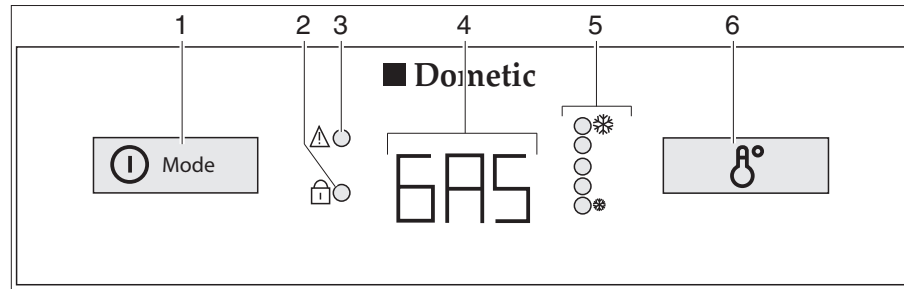

Bild 336 Bedienelemente für den Kühlschrank (Dometic 8er-Reihe mit AES)
Bei Störungen blinkt die Anzeige-LED Störung "⚠" (Bild 336,3).
Wenn die 230-V-Versorgung **nicht** angeschlossen und der Fahrzeugmotor **ausgeschaltet** ist, wählt das AES die Gasversorgung. Beim Anwählen des Gasbetriebs wird die Zündsicherung automatisch geöffnet, so dass Gas zum Brenner strömen kann. Gleichzeitig wird der elektronische Zünder eingeschaltet. Erlischt die Gasflamme, z. B. durch einen Luftzug, wird der Zünder sofort aktiviert und zündet das Gas wieder an. Bei Störung im Gasbetrieb blinkt in der Betriebsanzeige (Bild 336,4) der Text "GAS".
Nach dem Einschalten wählt der Kühlschrank automatisch die mittlere Thermostateinstellung. Diese Einstellung kann manuell mit dem Schalter für die Temperatureinstellung (Bild 336,6) nachgeregelt werden. Die Anzeige-LEDs (Bild 336,5) zeigen die gewählte Thermostateinstellung an. Mit dem Schalter wird die Kühltemperatur für alle drei Energiearten eingestellt. Es dauert einige Stunden, bis der Kühlschrank die normale Betriebstemperatur erreicht hat. Beim Umschalten der Betriebsart wird die Thermostateinstellung beibehalten. Die Kühltemperatur wird unabhängig von der Energieart beibehalten.
- Den Einschalter/Energie-Wahlschalter (Bild 336,1) 2 Sekunden lang drücken, um das Gerät einzuschalten. Die zuletzt gewählte Betriebsart wird in der Betriebsanzeige (Bild 336,4) angezeigt.
- Mit dem Einschalter/Energie-Wahlschalter (Bild 336,1) die Energieart wählen.
- Die Kühltemperatur am Schalter für Temperatureinstellung (Bild 336,6) einstellen. Die Anzeige-LEDs (Bild 336,5) zeigen die gewählte Thermostat-Einstellung.
- Den Einschalter/Energie-Wahlschalter (Bild 336,1) 2 Sekunden lang drücken. Alle Anzeigen erlöschen.